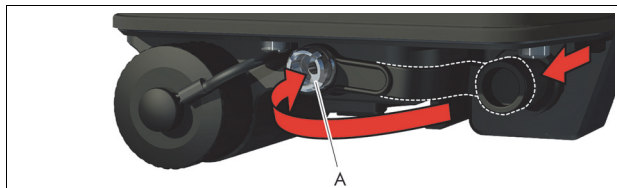

Fig. 3.e - Enlever et ranger le capuchon de protection
- Insérer le connecteur du câble de commande dans le connecteur d'interface de la FN® FCU Mk3, en alignant les points blancs (voir Fig. 3.f).